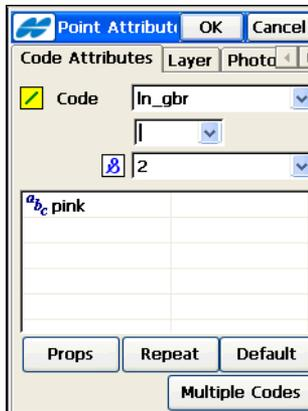

Abbildung 6-3. Punktattribute
- Das mit  markierte Feld (Abbildung 6-3 auf Seite 6-2) dient zum Eingeben einer Zeichenfolge zum Erstellen von Linien für die Codestile „Linie“ und „Fläche“. Der Codestil wird beim Bearbeiten des Codes bestimmt.